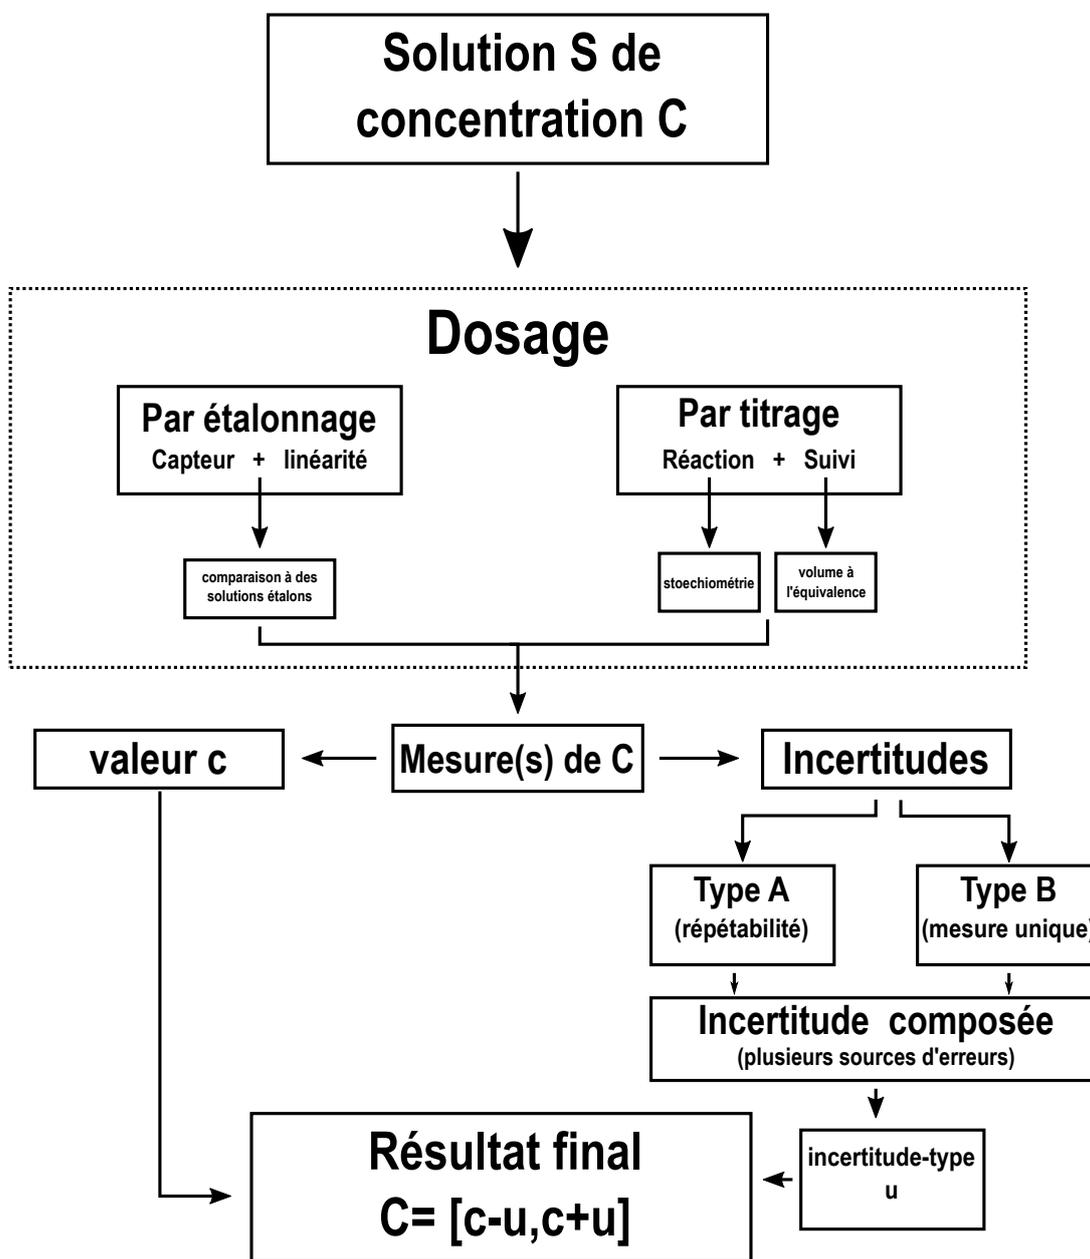

FIGURE 1 – Schéma récapitulatif de la démarche expérimentale suivie lors de la leçon
On présente l'importance de la chimie quantitative avec la figure 1 qui parle d'elle-même (© M. Vérot).
**Figure 1** – Résultats du dosage du plomb dans de l'eau de rivière. La zone bleutée correspond à la valeur certifiée par une autorité de référence. À gauche, les résultats de 181 laboratoires privés munis de procédures de gestion de la qualité (dont des certifications ISO pour certains d'entre eux). À droite, les résultats fournis par 9 laboratoires de métrologie nationaux. Daniel C. HARRIS, *Quantitative chemical analysis* 2010, ISBN : 978-1-4292-1815-3.
On aboutit finalement à une mesure de la concentration de la solution avec un intervalle de confiance. On projette le schéma récapitulatif de la figure 1 pour récapituler.